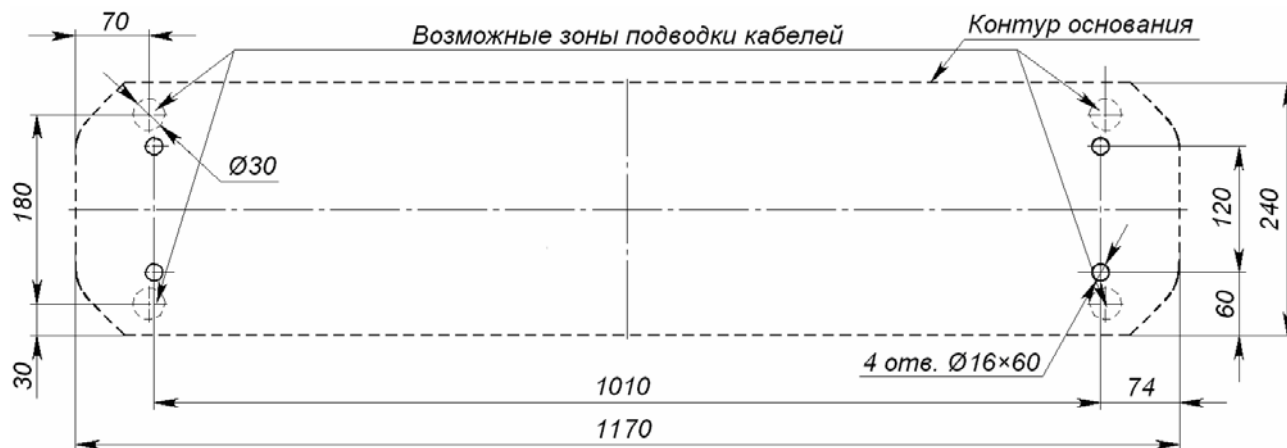

Рисунок 11 Схема разметки для установки стойки ЭП
4. Согласно схеме приведенной на рис. 11 произведите разметку и разделку отверстий на установочной поверхности под гильзы анкеров для крепления стойки ЭП.
6. При необходимости прокладки кабелей под поверхностью пола подготовьте в полу кабельный канал, подходящий к одной из зон подводки кабелей, указанных на рис. 11 для ввода кабелей в стойку ЭП.